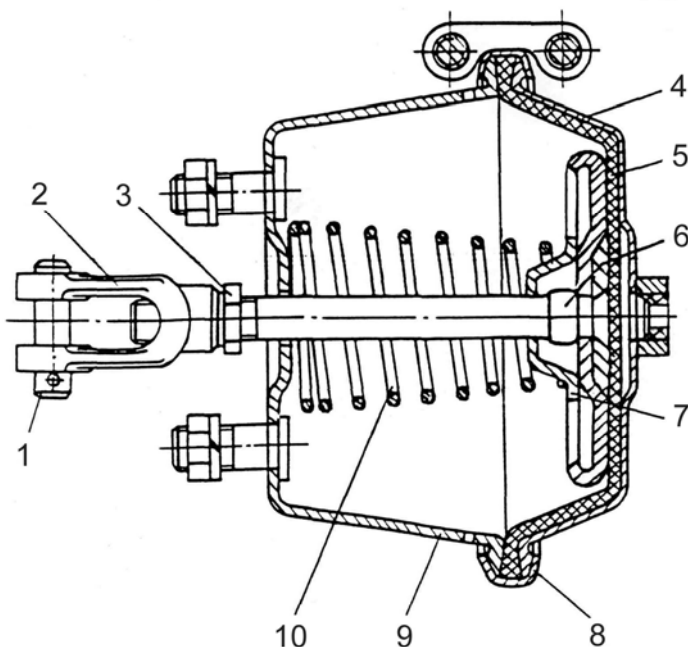

Рисунок 54 – Камера тормозная передняя:
**Передние тормозные камеры** (рисунок 54). Шток 6 тормозной камеры посредством вилки 2 и пальца 1 соединяется с регулировочным рычагом разжимного кулака. К штоку приварен диск, прижимаемый к диафрагме пружиной 10. Диафрагма 5 установлена между фланцем крышки 4 и корпусом 9 и зажата хомутами 8, которые обеспечивают надежную герметичность. В корпусе 9 имеются отверстия для сообщения с атмосферой.